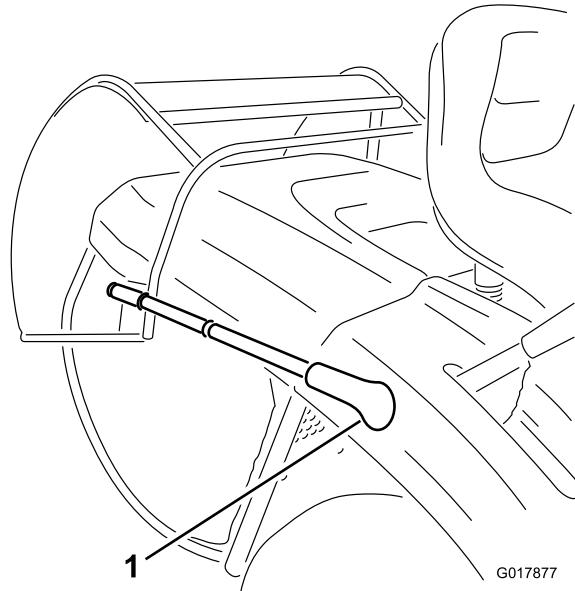
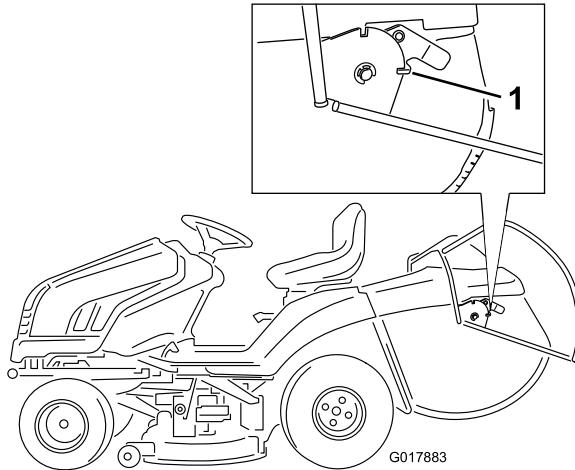

Bild 17
Bild 18
- Ziehen Sie den Kipparm des Heckfangsystems nach vorne und kippen Sie das Heckfangsystem (Bild 17), bis der Sperrriegel einrastet und das Heckfangsystem in der offenen Stellung arretiert (Bild 18).